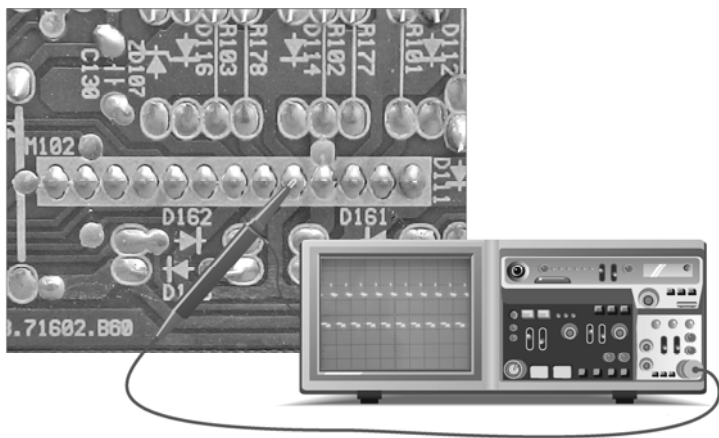

图 2-6 检测 M102 ⑤脚 R 信号输入
接着将示波器探头接到插件 M102 的⑤脚，具体检测步骤及正常 R 信号波形如图 2-6 所示。